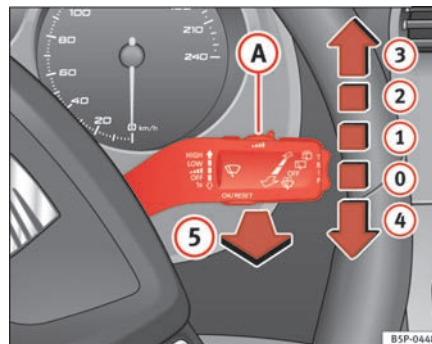

Fig. 86 Betjeningsarm til viskere og sprinklere
Betjeningsarmen til viskerne ⇒ fig. 86 kan stå i følgende positioner:
- Hvis bilen standser, når trin ⇒ side 122, fig. 86 **2** eller **3** er valgt, skiftes der automatisk ned til næste lavere trin. Kører bilen igen, skiftes der automatisk tilbage til det indstillede viskertrin.